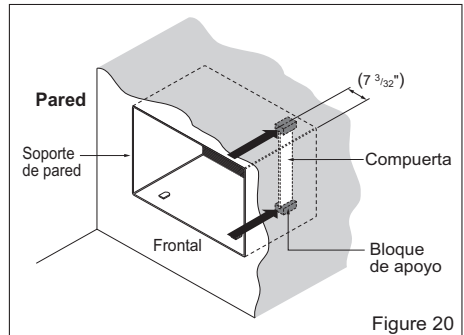

Figure 20
- 6 Retire el envoltorio de los bloques de apoyo y acóplelos al interior del soporte de pared como muestra la Figure 20. Deslice la compuerta en las ranuras de los bloques de apoyo.